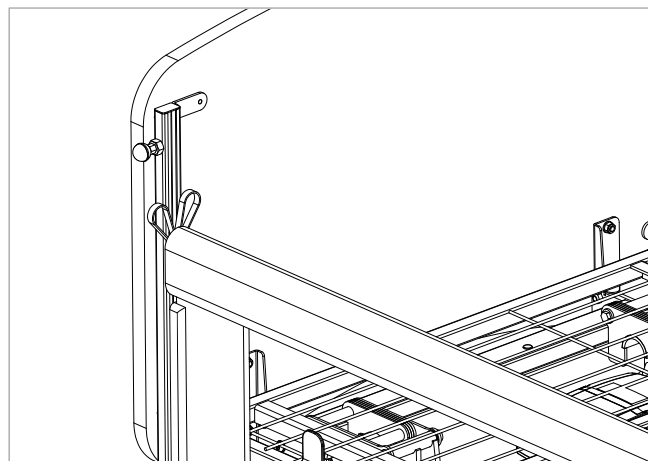

Figure 7.6
6. Abaissez la barrière (voir Figure 7.6). Répétez les étapes 4, 5 et 6 pour l'autre extrémité de la barrière.